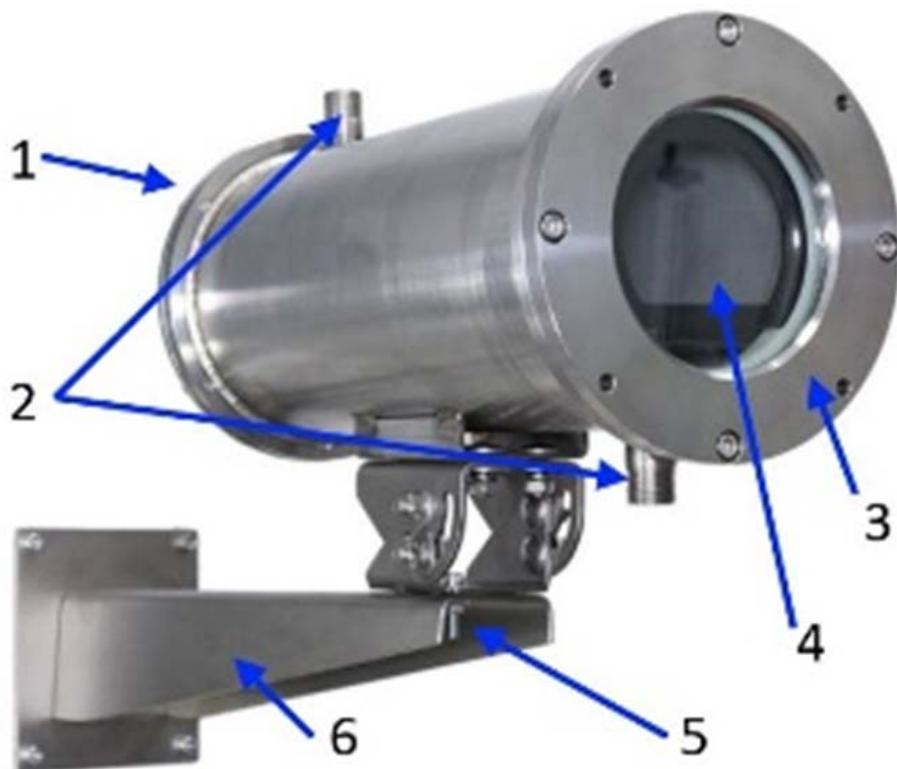

Рисунок 3 – Внешний вид термокожуха
Охлаждение внутреннего пространства термокожуха реализовано по принципу «водяной рубашки», применяемой в системе охлаждения автомобильных двигателей. Роль охлаждающей жидкости выполняет вода. Полая наружная оболочка кожуха имеет 2 штуцера для подключения к водяной магистрали (2), рис. 3. В нижний штуцер оболочки подается под давлением холодная вода. Протекая по полости наружной оболочки термокожуха, вода отбирает избыточное тепло и уносит его через верхний штуцер оболочки кожуха. Выход нагретой воды через верхний штуцер обеспечивает гарантированное заполнение всего объема.
- Открутить винт крепления крепежно-юстировочного устройства (5) и отсоединить от него термокожух, рис. 3;
- Определить место установки и закрепить крепежно-юстировочное устройство (6) к рабочей поверхности, рис. 3;
- Установить термокожух на крепежно-юстировочное устройство (6) и зафиксировать при помощи винта (5), рис. 3;